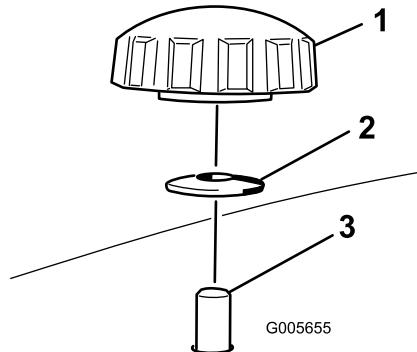

Figura 29
- Togliete le 2 manopole e le rondelle curve che fissano il diaframma destro al tosaerba (Figura 29).
5. Togliete il diaframma destro e abbassate il deflettore dell'erba sull'apertura di scarico come illustrato nella Figura 29 e Figura 30.
5. Infilate il diaframma destro sotto il piatto di taglio e fissate utilizzando le 2 manopole e le rondelle curve (lato concavo verso il tosaerba) come illustrato nella Figura 29 e Figura 30.